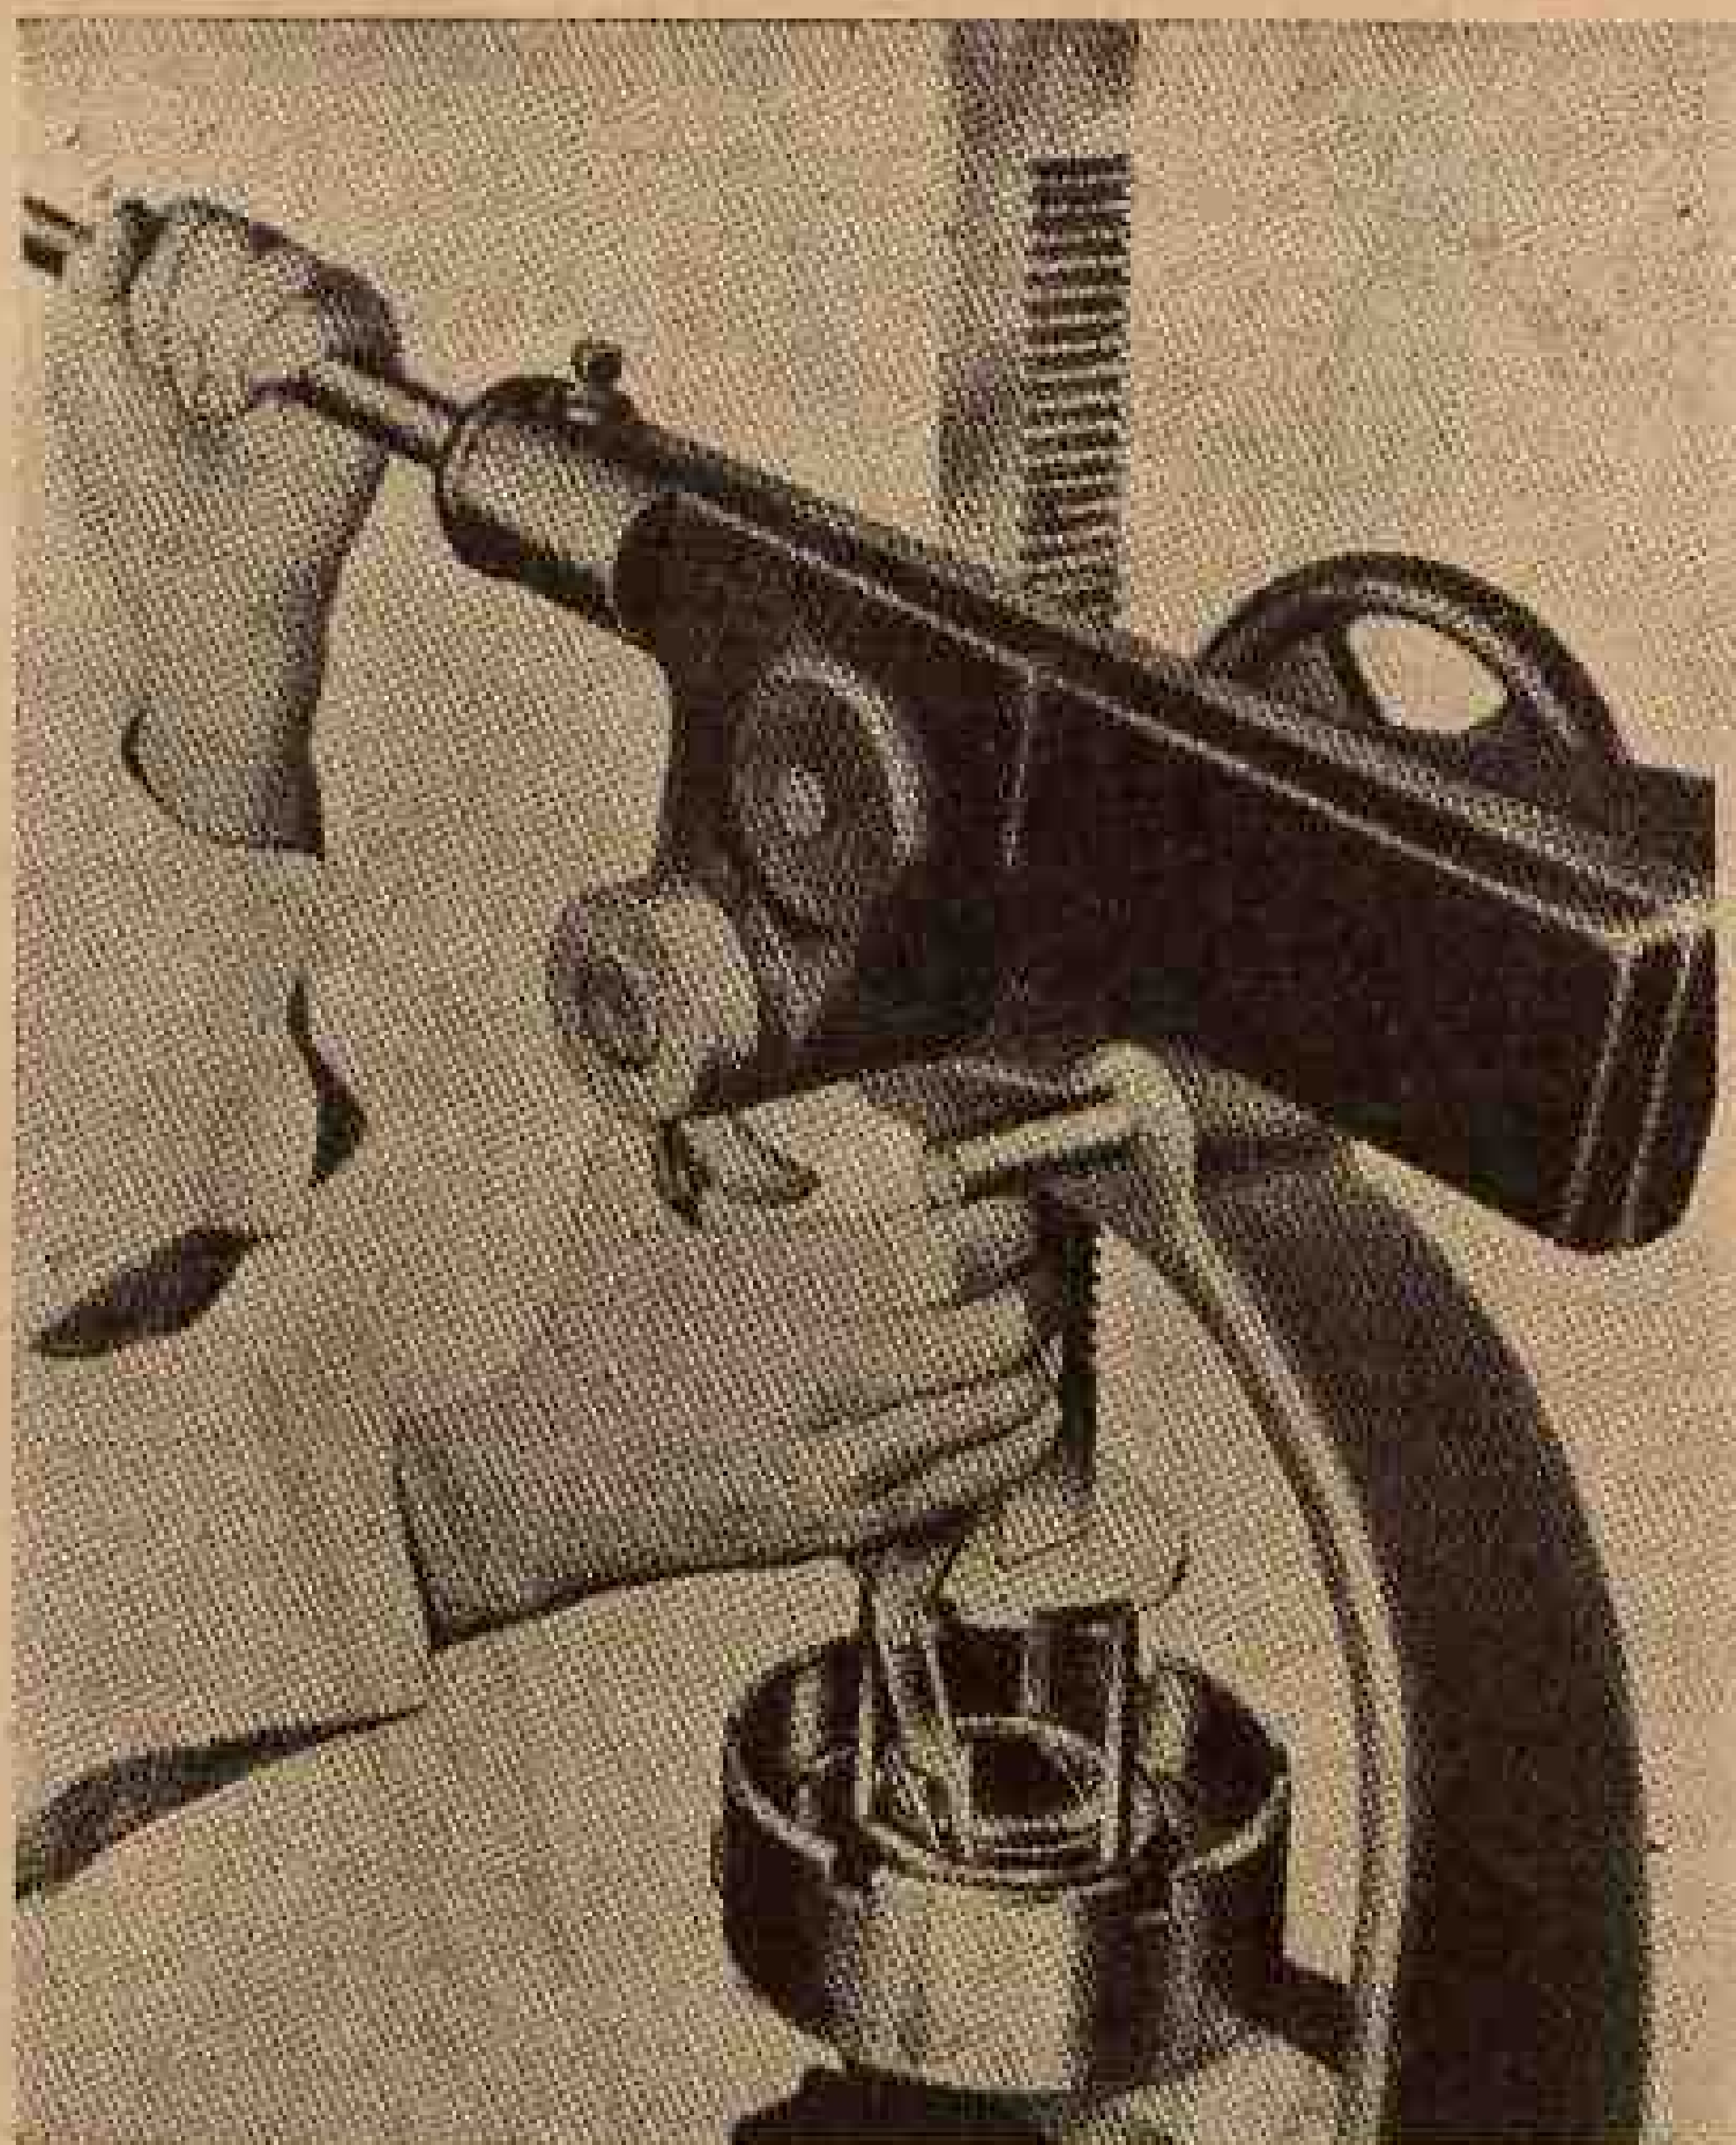

Fig. 19 — Removendo o anel de trava da mola da embreagem
- 4 — Leve o tambor da embreagem ao tórno e instale a ferramenta J-3364, que comprime a mola de soltar a embreagem (fig. 19).
5 — Retira-se o anel de trava da mola da embreagem (fig. 19) por meio de alicates KMO-410. Solte a pressão devagar e retire a mola e a sede.